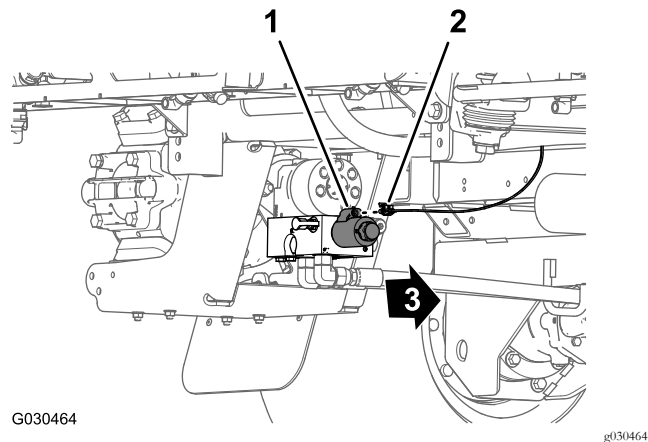

图25
5. 在机器背面——打药车泵的内侧将后线束的 2 插槽接头与泵继电器的 2 针接头断开 图25。